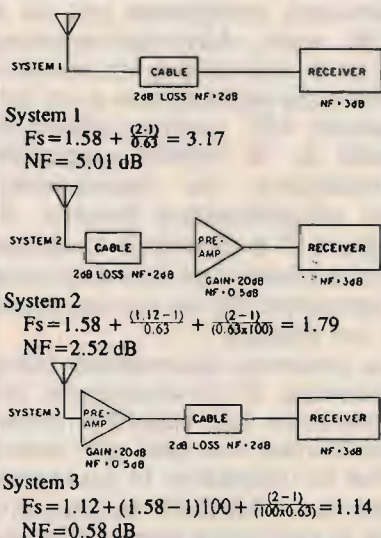

figura 6
L'esempio riportato in **figura 6** illustra l'importanza delle varie componenti della sezione ricevente; risulta evidente l'utilità del preamplificatore nell'ascolto dei segnali più deboli. Dal raffronto del secondo e terzo sistema ricevente si evince, in particolare, che quando il preamplificatore è posto all'uscita dell'antenna si ha una notevole riduzione della cifra di rumore. Parlando di cifra di rumore, un valore di 0,58 dB è migliore di uno di 5,0 dB; ma, in pratica, qual è l'effetto reale? Consideriamo l'equazione che correla l'intensità del segnale ricevuto (S), il rapporto segnale/rumore (SNR), la potenza